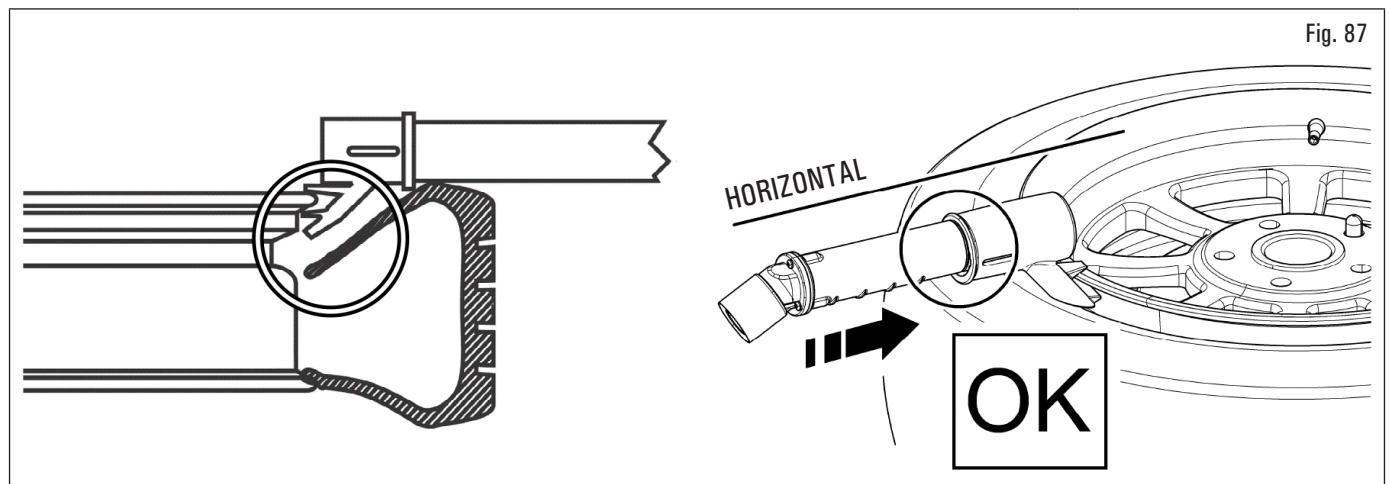

Fig. 87
3. appuyer sur la buse de gonflage tubeless sur le bord de la jante, comme indiqué dans la Fig. 87. S'assurer que la tête de la buse soit appuyée pour actionner le jet d'air supplémentaire ;
Pour un fonctionnement meilleure la buse doit être en position horizontale (voir Fig. 87).